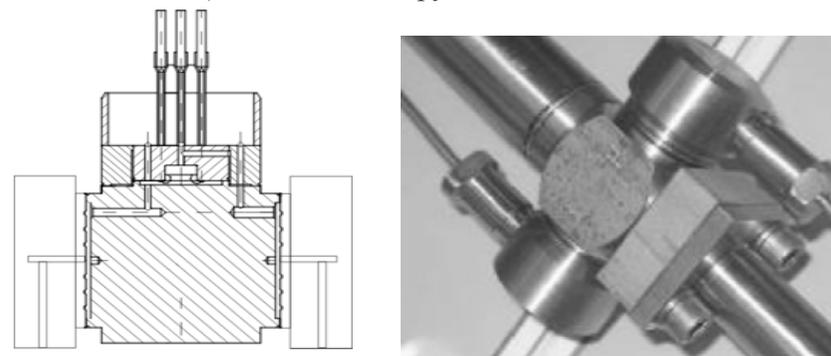

Рисунок 2 - Устройство измерительного модуля
4.4 Измеряемый параметр (разность давлений) воздействует на измерительный модуль (см. рисунок 2) и преобразуется в деформацию чувствительного элемента и изменение его сопротивления. Высокое давление (среда с большей плотностью) подается в камеру «Н», низкое давление (среда с меньшей плотностью) подается в камеру «L».